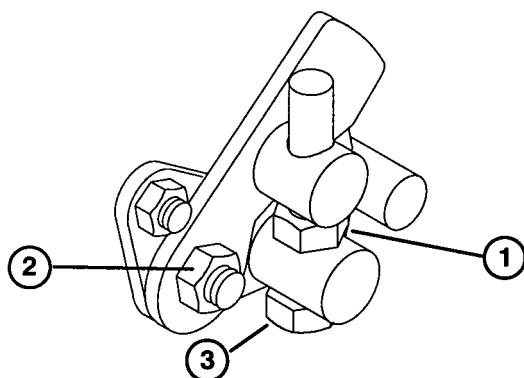

図 42
1. トラニオン・キャップスクリュのジャムナットをゆるめる（図42）。